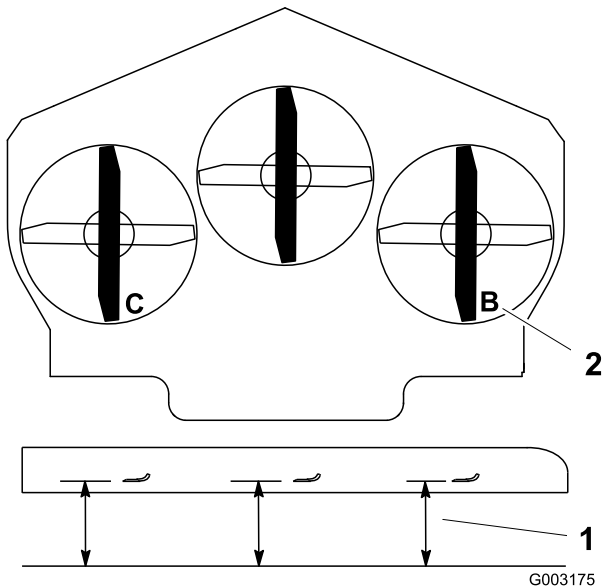

Bild 71
1. Stellen Sie das rechte Schnittmesser in Längsrichtung (Bild 71).
2. Messen Sie das rechte Messer an der Stelle **B** von einer ebenen Oberfläche bis zur Schnittkante der Messer (Bild 71).
- Stellen Sie das linke Schnittmesser in Längsrichtung (Bild 71).
- Messen Sie das linke Messer an der Stelle **C** (Bild 71) von einer ebenen Oberfläche bis zur Schnittkante der Messer.